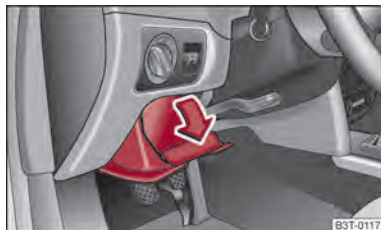

Fig. 94 Cuadro de interruptores: Compartimento guardaobjetos en el lado del conductor
- El compartimento guardaobjetos se abre levantando el asidero y abriéndolo en el sentido de la flecha ⇒ fig. 94.